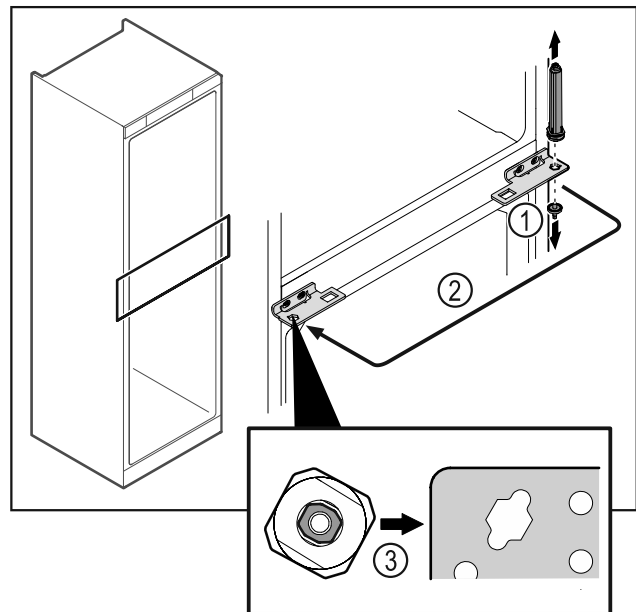

Fig. 47
- ▶ Skru av hengselbolten Fig. 47 (1).
- ▶ Flytt dørlukkesystemet Fig. 47 (2).
- ▶ Pass på at den skrå kanten på bolten Fig. 47 (3) peker mot det runde hullet under innsettingen.